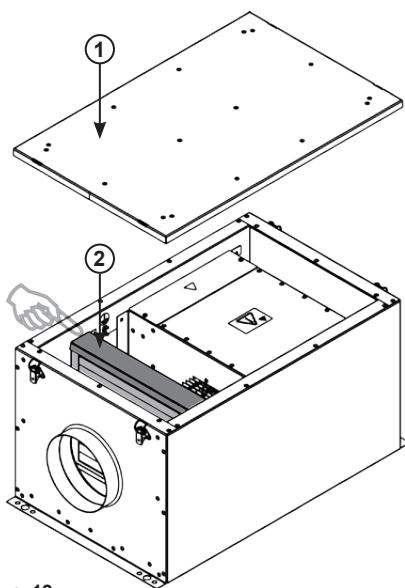

Рис. 12.
- Отсоедините клапан воздушного фильтра (2). После этого легко вынуть фильтр (3) (см. рис. 12 и 13).
- После замены фильтра закройте клапан воздушного фильтра (2) и крышку агрегата (1).